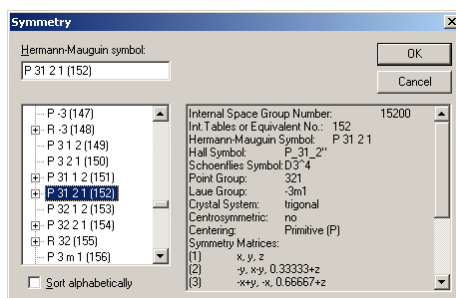

图 9: 借助当前选中空间群右侧的补充说明可以选择恰当的空间群。
然后点击“space group (空间群)”输入位置右侧的“Browse (浏览)”按钮。在打开的对话框中，请选择空间群“P 31 2 1 (152)”(图 9)并点击“OK (确定)”。该空间群名称将被自动复制到新建结构助手 (New structure assistant) 的相应位置。